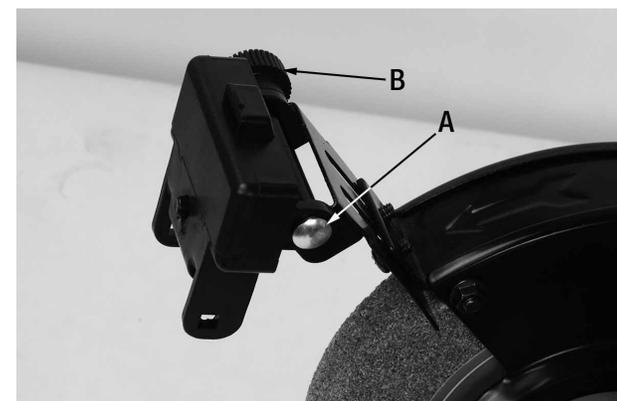

FIGURE 5
2. Insérez un boulon de carrosserie (A) Fig.5 dans les trous de montage de la plaque anti-étincelles et le manchon du boulon, fixez la lumière DEL assemblée à l'aide du bouton de verrouillage (B). Répétez pour l'autre côté.